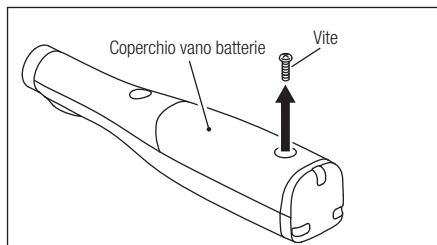

Fig. 14
- 3) Rimuovere il coperchio in gomma dal vano portabatterie con un cacciavite a croce. (Fig.14)